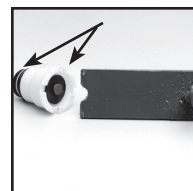

Figure 6
7. Une fois l'assemblage de la soupape enlevé, les plaques de clapet et les joints toriques peuvent être remplacés. La plaque de clapet du fond est maintenue en place par une cheville de retenue rouge. Poussez la cheville en place en utilisant une pince à long bec (Figure 6).
Outil pour fig. 6